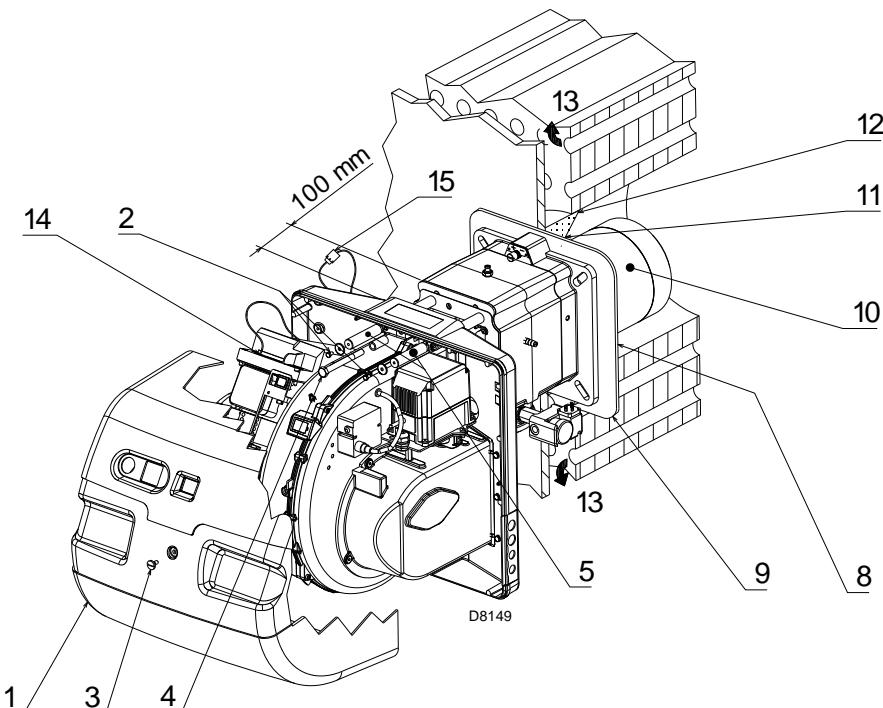
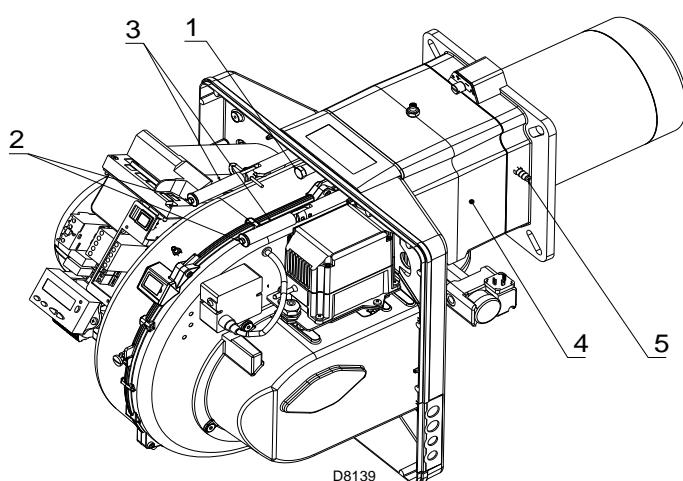

Fig. 13
Fig. 18
Scheid daarna de branderkop van de rest van de brander, (Fig. 13). Ga daarvoor als volgt te werk:
Voor de ketel met rookcyclus vooraan 13)(Fig. 13) moet een hittebestendige bescherming 11) aangebracht worden tussen de hittebestendige bescherming van de ketel 12) en de monding 10). De bescherming moet zodanig aangebracht worden dat de monding verwijderd kan worden.
- monter de brander terug op de geleiders 3)(Fig. 18) op ongeveer 100 mm van de mof 4) - brander in de stand die wordt aangeduid op Fig. 13 op pag. 19.
- Plaats de kabels van de sonde en de elektrode, en schuif dan de brander tot tegen de mof, brander in de positie die wordt aangeduid op Fig. 18.